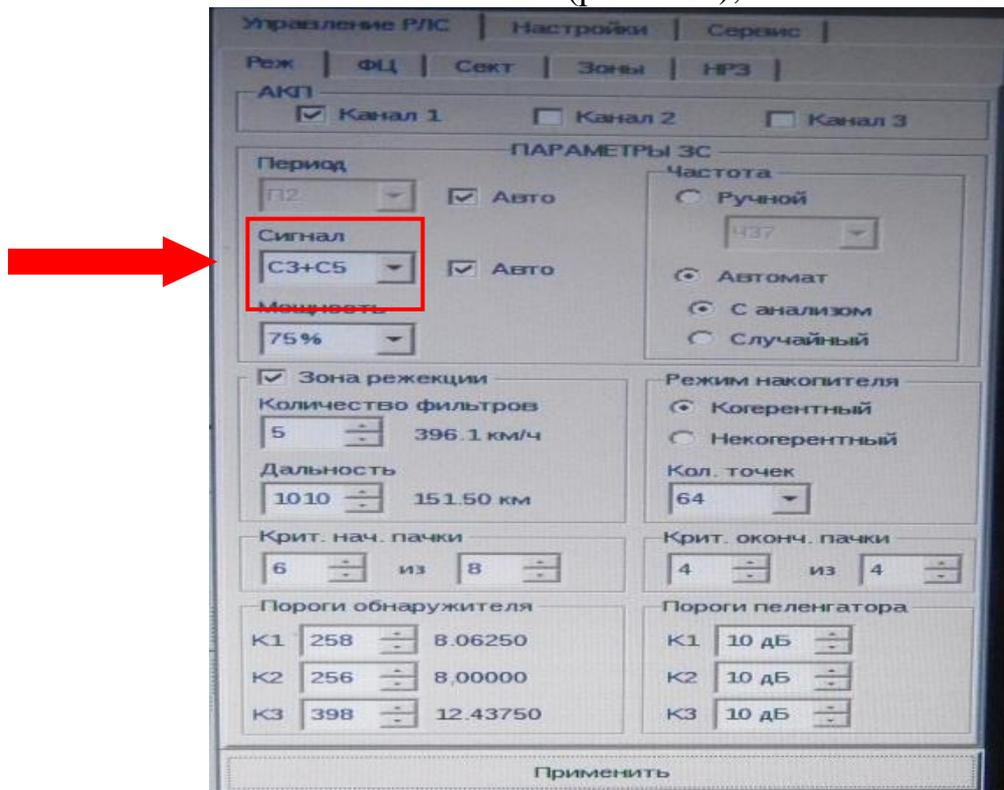

Рис. 2.32. Установка типа сигнала
- тип сигнала – С3 + С5 и Авто (рис. 2.32);